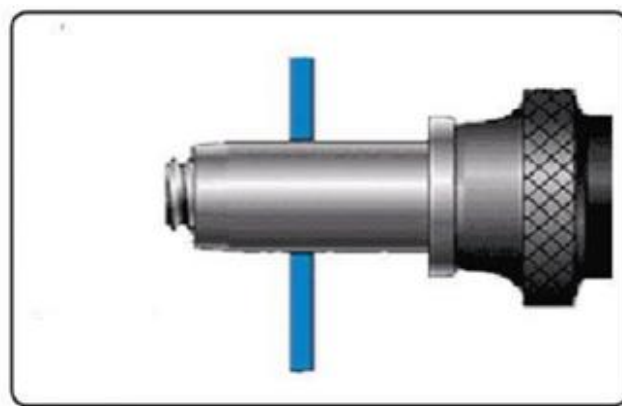

Abb. 2
2. Halten Sie den Nietadapter (Abb. 2) mit einer Hand fest, stellen Sie die Drehrichtung des Bohrfutterkopfes nach rechts ein und durch den Bohrvorgang bewegen sich die Backen in Richtung Bohrer. Sollten sich die Backen beim Betrieb der Bohrmaschine nicht bewegen, müssen diese mit einem geeigneten Werkzeug verschoben werden. Werden die Backen zu weit nach vorne bewegt, lässt sich die Nietspitze nicht mehr in den Adapter einschrauben. Die Enden des Niets weisen je nach Durchmesser der Bohrung zum Einstecken des Nietstiftes unterschiedliche Längen auf.